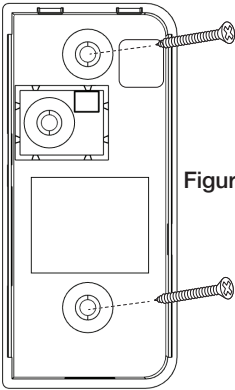

Figure 1
2. Assurez-vous que la flèche d'alignement sur l'aimant pointe vers la marque d'alignement sur le capteur (voir **Figure 1**).